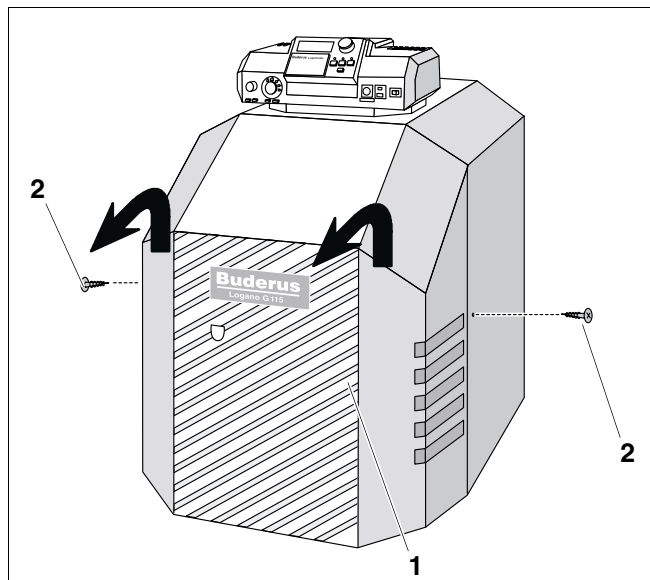

Fig. 42 Fjerning av brennerens topplate
- Løsne de to sikringsskruene (fig. 42, **pos. 2**) i brennerens topplate (fig. 42, **pos. 1**).
- Ta av brennerens topplate (fig. 42, **pos. 1**).